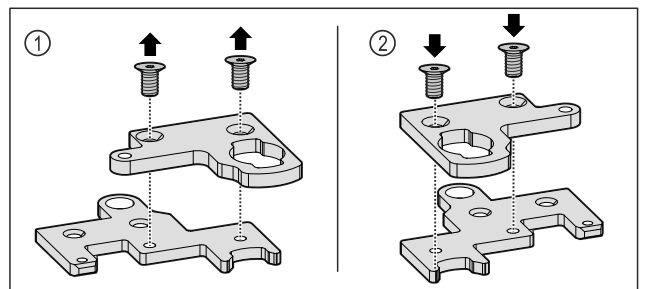

Fig. 35
- ▶ Izjauciet divdaļīgo lokāmo kronšteinu. Fig. 35 (1)
- ▶ Salieciet atkal kopā divdaļīgo lokāmo kronšteinu, pagrieztu par 180°. Fig. 35 (2)